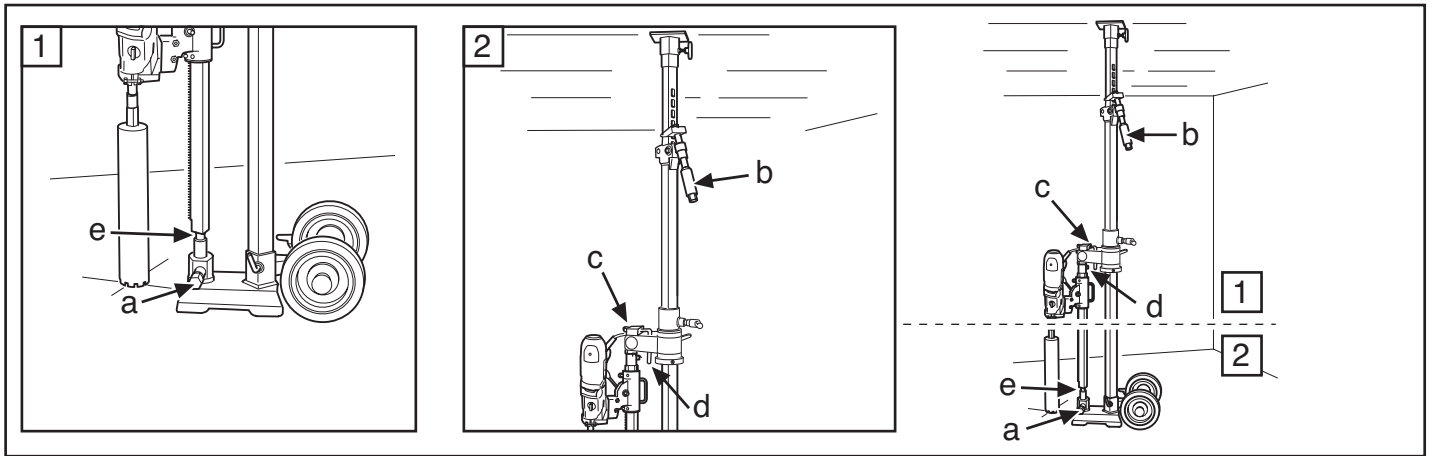

Fig. 10
4. Bloccare la vite del montante nel relativo manicotto con la vite di bloccaggio (a) e il dado (e); serrare con la chiave da 24/30 mm (fig. 10).
4. Die Stempelschraube mit Sicherungsschraube (a) und Mutter (e) in der Sicherungshülse verriegeln, mit einem 24/30-mm-Schraubenschlüssel festziehen (Abb. 10).
4. Verrouiller la vis du poteau dans la rondelle de blocage avec la vis de blocage (a) et l'écrou (b) et serrer à l'aide d'une clé de 24/30 mm (Fig.10).
4. Zet de stutschroef vast in de borghuls met borgschroef (a) en moer (e), draai vast met 24/30 mm sleutel (Fig.10).